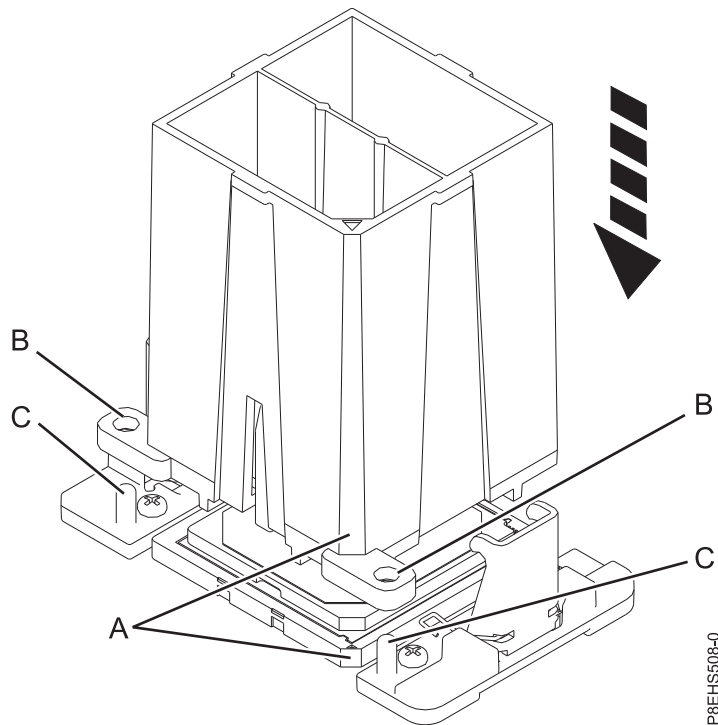

Figure 158. Abaissement de l'outil de retrait sur le module processeur système
- a. A l'aide de l'outil de retrait fourni (référence 01AF101), alignez l'angle biseauté (A) de ce dernier avec l'angle biseauté du module processeur système, comme illustré dans la figure 158, à la page 142.
- b. Abaissez l'outil sur le module processeur système en vérifiant bien que les deux broches de guidage (C) s'insèrent dans les trous d'alignement (B) de chaque côté de l'outil.